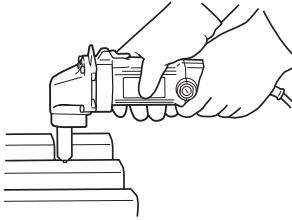
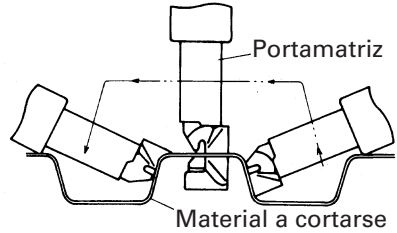

Fig. 5
Fig. 6
- (2) Sujete la máquina firmemente con ambas manos, como se muestra en la Fig. 5, alinee la forma de la chapa trapezoidal, empuje la máquina hacia adelante hasta que el portatroquel quede en ángulo recto, como se muestra en la Fig. 6, y realice el corte.